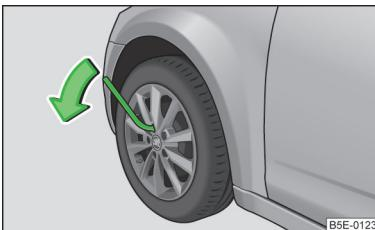

Fig. 198
- › Agarre la llave por el extremo y gire el tornillo aproximadamente una vuelta en el sentido de la flecha » fig. 198.
- › Agarre la llave por el extremo y gire el tornillo en el sentido contrario al de la flecha » fig. 198 hasta que quede fijo.